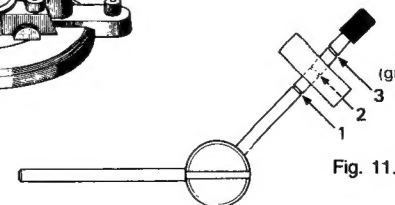

Fig. 11.
6. Réglez le contrepoids anti-skating sur la position correspondant à la force d'appui que vous venez de régler pour la cellule. Retirez la tige de son ressort de blocage. (Fig. 11, 12.) Réglage sur 2 grammes.
6. Das Antiskating-Gewicht auf der Zugstange bis zu derjenigen Kerbe schieben, die der am Ausgleichsgewicht eingestellten Auflagekraft entspricht, bei 2 Gramm also bis zur Kerbe «2». Dann die Zugstange von der Haltefeder lösen (siehe Fig. 11 & 12).
6. Het dwarsdrukcompensatie-gewicht verschuiven en instellen op dezelfde waarde als de naalddruk. Het staafje uit de veer nemen (fig. 11 en 12). Instelling op 2 g.
6. Sätt antiskatingvikten på samma värde som nåltrycket. Frigör axeln från fjädern (Fig. 11, 12).